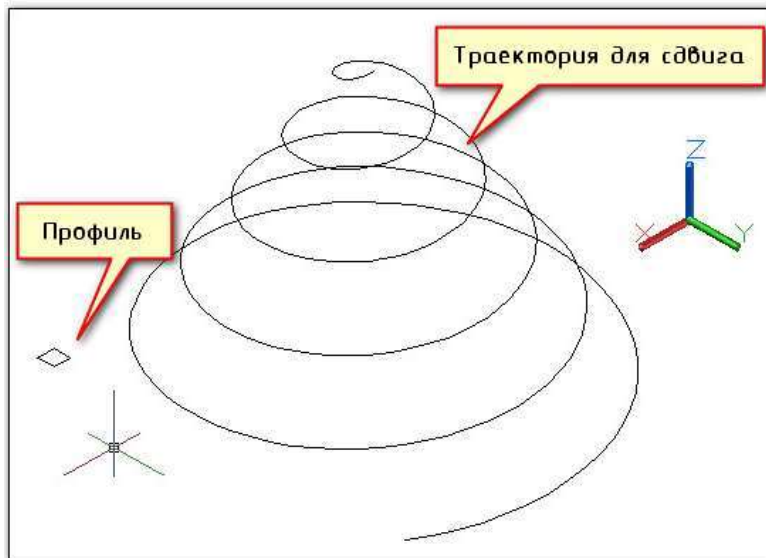

Рисунок 116–Команда «Сдвиг»
1. Используя 2D примитивы, начертите траекторию и профиль сдвига (см. рис.116).